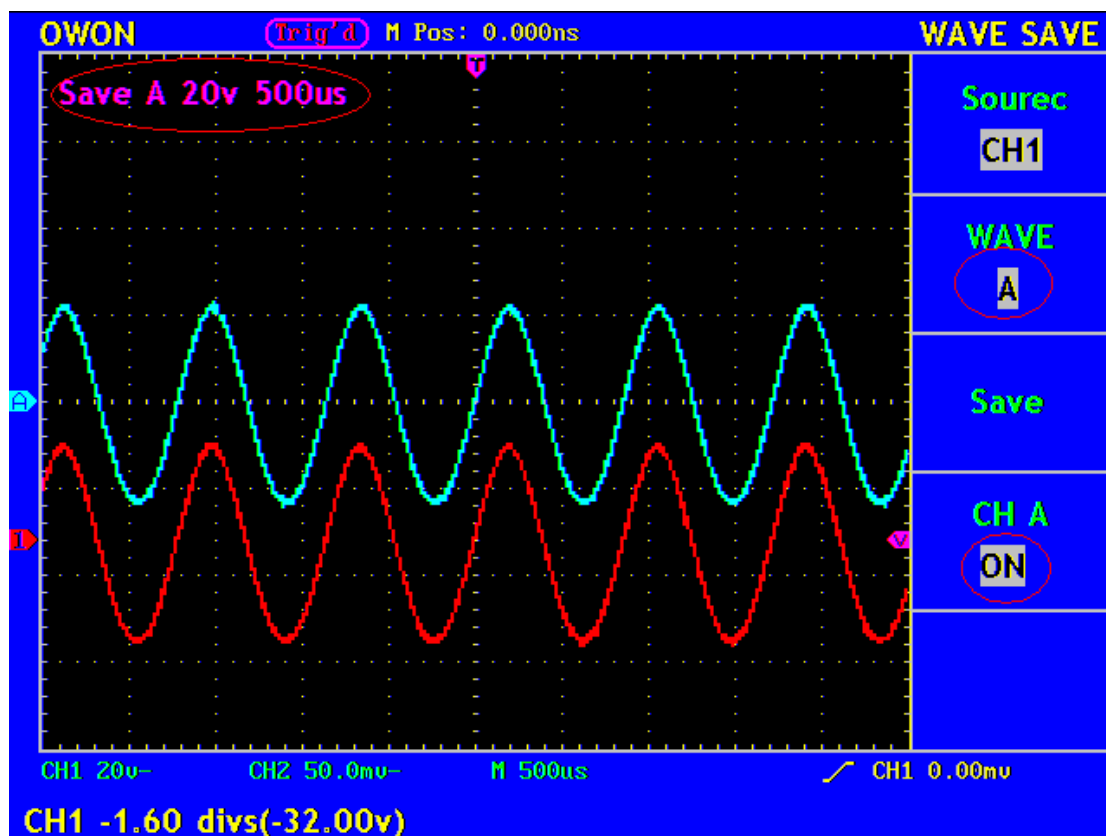

Fig. 46 波形の保存
4. F4 ボタンを押して、CH A を ON にします。保存された波形 A が画面上に表示されます。また、それと同時に電圧レベルとタイムベースレベルも画面の表示エリアの左側上部に表示されます。(Fig.46 参照)